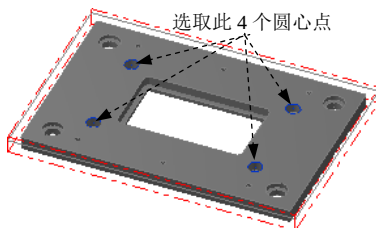

图 2.29 选取钻孔点
Step2. 设置加工区域。在“选取钻孔的点”对话框中单击 按钮，在图形区中选取图 2.29 所示的 4 个圆心点。单击 按钮，完成加工区域的设置，同时系统弹出“2D 刀具路径-螺旋铣孔”对话框。